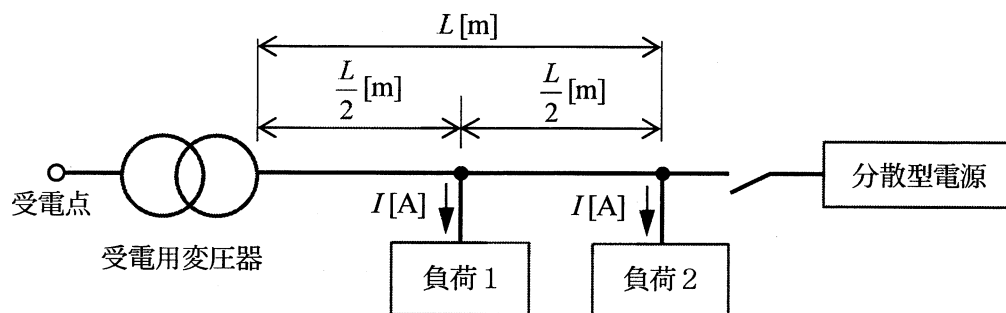

図1
(5) 図1に示すような配電系統があり、受電用変圧器から三相3線式配電線によって、負荷電流が各々大きさ I [A] の定電流で同一の負荷1及び負荷2に電力が供給されている。配電線の線路長は、受電用変圧器から負荷1までが $\frac{L}{2}$ [m]、負荷1から負荷2までがさらに $\frac{L}{2}$ [m] の合計 L [m] であり、その太さは均一で、インピーダンスは抵抗分のみとし、1線の $\frac{L}{2}$ 当たりの抵抗は R [Ω] で一定とする。ここで、この配電線の末端（負荷2の接続点の直近）に、「負荷1と負荷2の負荷電流の合計」の $\frac{1}{3}$ の電流を定格電流とする分散型電源を連系することを考える。